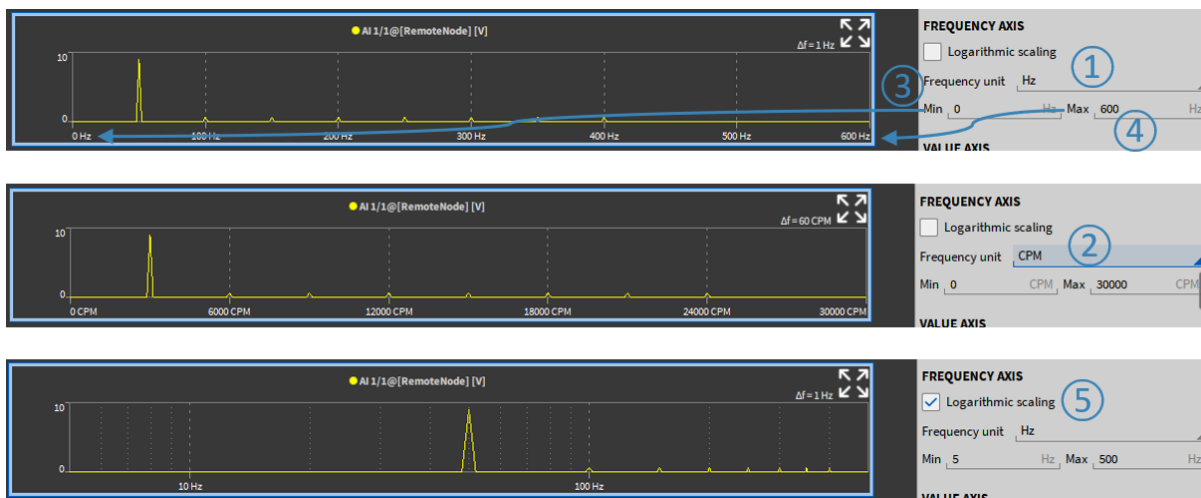

Abb. 8.52: Frequenzachsenbeschriftung
Die Einheit der X-Achse ist standardmäßig Hertz [Hz] (siehe ① in Abb. 8.52). Die Einheit kann in Umdrehungen pro Minute (Cycles Per Minute) [CPM] geändert werden, die als [Hz] * 60 definiert ist. (siehe ② in Abb. 8.52). Das Achsenminimum und -maximum kann frei definiert werden (siehe ③ and ④ in Abb. 8.52). Die Skalierung kann optional von linear in logarithmisch geändert werden. (siehe ⑤ in Abb. 8.52).